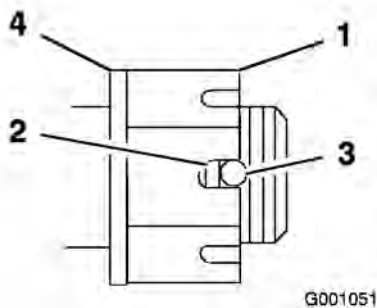

Figure 46
4. Serrez l'écrou crénelé à 170 Nm (Figure 46).
5. Mesurez l'espace entre la base de la fente de l'écrou et le bord intérieur du trou. On ne doit pas voir plus de deux filets (Figure 46).
7. Serrez l'écrou crénelé à 170 Nm (Figure 46).
8. Serrez l'écrou jusqu'à ce que la série de fentes suivante soit en face du trou de l'axe (Figure 46).